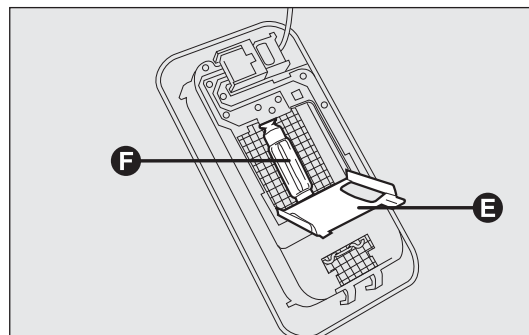

fig. 174a
- ☐ abra la tapa de protección E-fig. 174a;